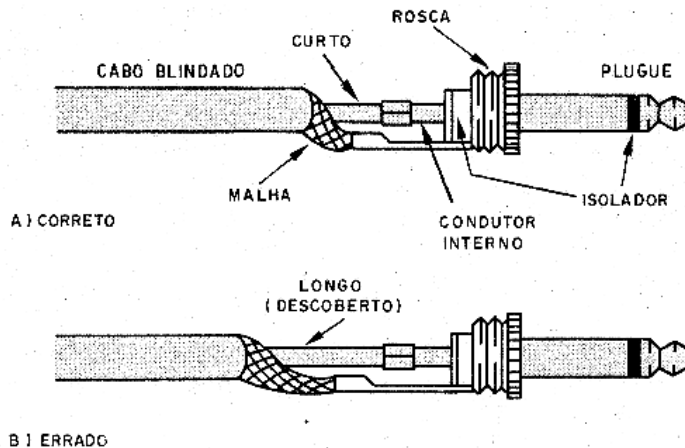

Figura 273 – Roncos que entram pelos plugues
a) Um primeiro ponto importante a ser observado, é a própria conexão dos cabos. A blindagem atua até onde pode alcançar, mas nos pontos de emendas, ou de colocação de um jaque ou um plugue, a blindagem deve ser removida, descobrindo um pedaço do cabo, conforme mostra a figura 273.